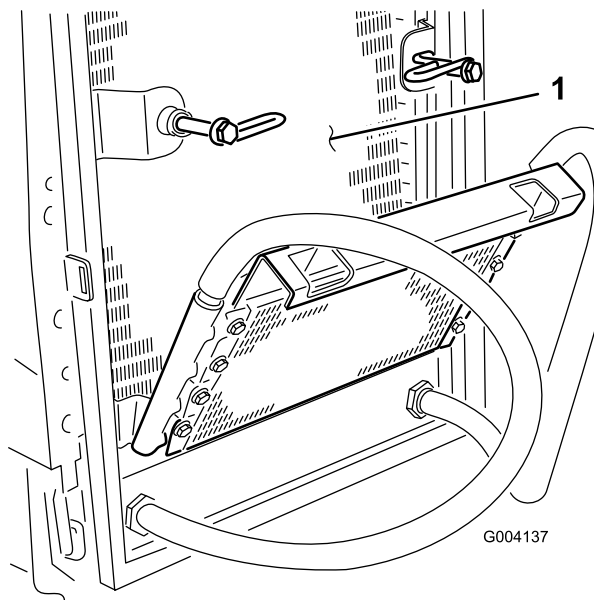

Figura 59
7. A partir da zona da ventoinha do radiador, aplique ar comprimido de baixa pressão para retirar os detritos 3,45 bar (não utilize água). Repita este procedimento a partir da parte frontal do radiador e novamente a partir da zona da ventoinha. Limpe cuidadosamente ambos os lados do refrigerador do óleo. Depois de o radiador e refrigerador do óleo serem cuidadosamente limpos, limpe qualquer detrito que se possa encontrar nas outras partes da máquina (Figura 59) utilizando ar comprimido.